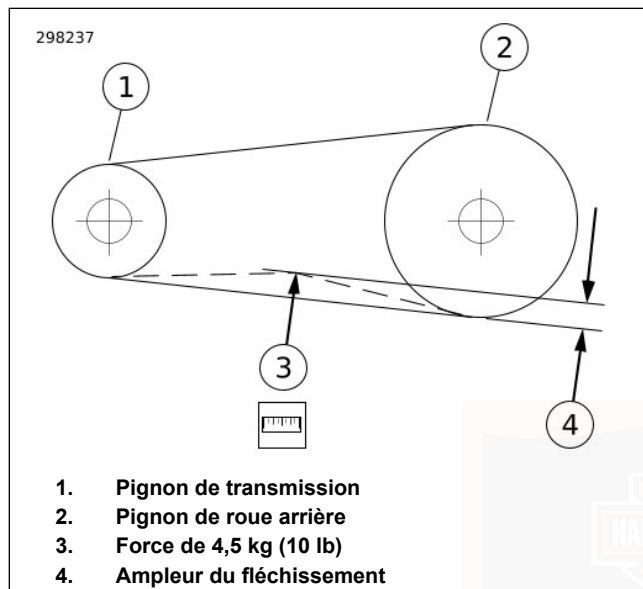

Figure 65. Vérification du fléchissement de la courroie
- b. **Tous les autres modèles** : Voir Figure 65. Mesurer le fléchissement de la courroie (4) tout en immobilisant la jauge.